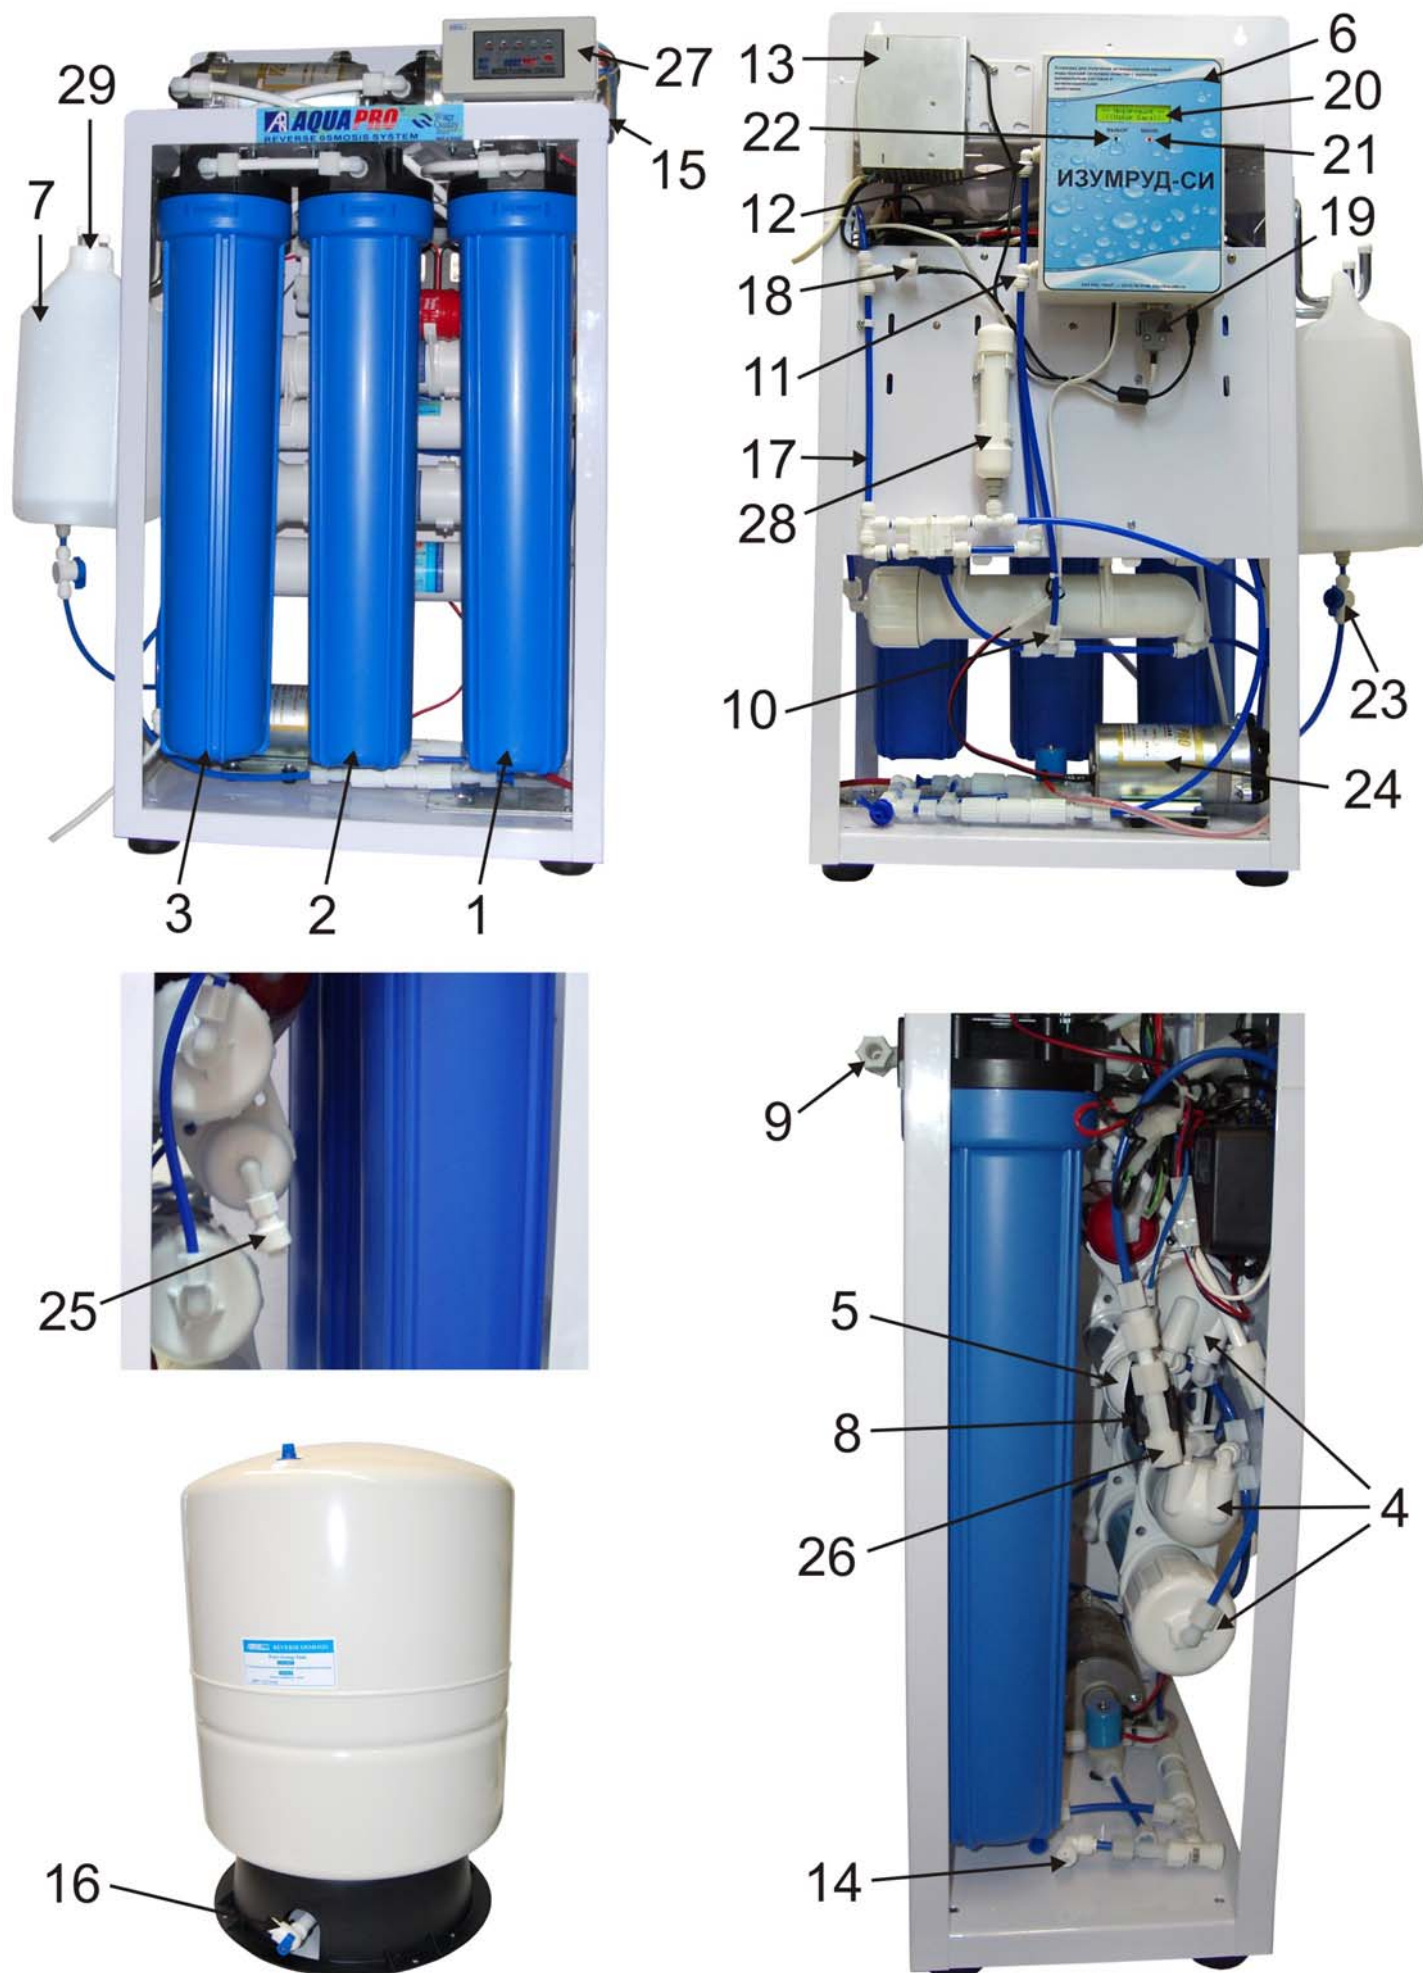

Рис. 3. Вид основных узлов установки "Изумруд-СИ" (мод. 01os-550).
Блок обратноосмотической системы представляет собой 5-и ступенчатую фильтрационную установку, принцип работы которой основан на технологии обратного осмоса. Исходная водопроводная вода сначала проходит через 3 фильтра предварительной очистки (рис.3). На первой ступени фильтр первичной очистки (1) задерживает механические примеси. Фильтр второй ступени (2) с активированным углем устраняет запах и удаляет из воды остаточный хлор. На третьей ступени фильтр с угольным картриджем (3) удаляет хлорорганические вещества, неприятные привкусы и запахи. После прохождения трёх ступеней отфильтрованная вода поступает на четвертую ступень - обратноосмотический фильтр (4). Диаметр пор мембраны фильтра не превышает 0,0001 микрона, она пропускает практически лишь молекулы воды и растворенный кислород.